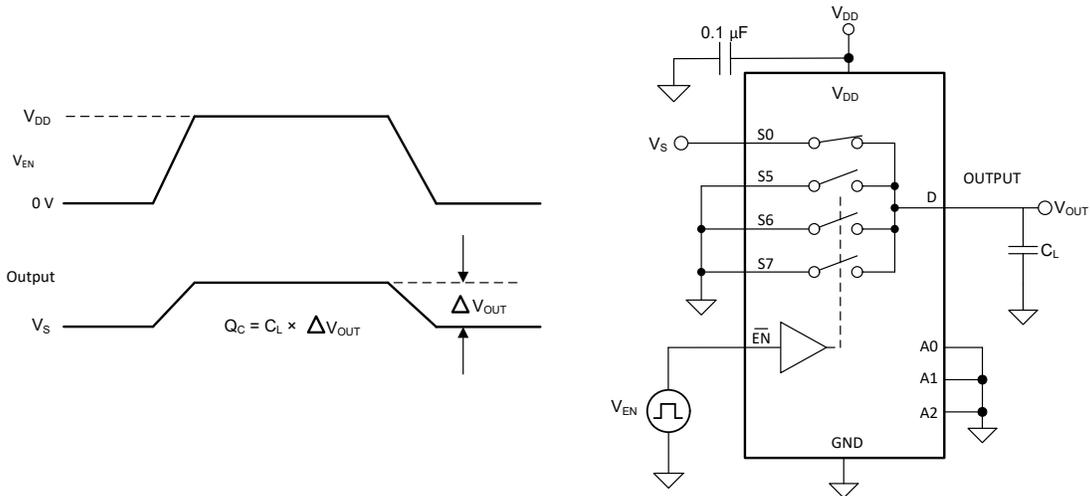

图 8-8. 电荷注入测量设置
NMOS 和 PMOS 晶体管之间电容的任何不匹配都会导致在栅极信号的下降沿或上升沿期间向漏极或源极注入电荷。注入器件源极或漏极的电荷量称为电荷注入，用符号 Q_C 表示。图 8-8 显示了用于测量从源极 (Sx) 到漏极 (D) 的电荷注入的设置。